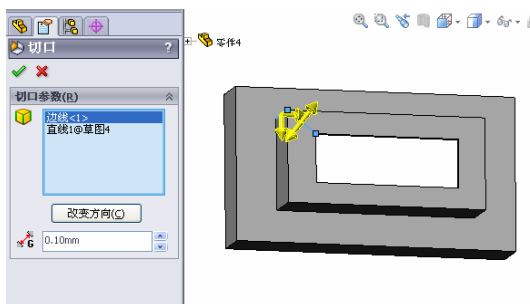

图 9-135 “切口”属性管理器
② 选择菜单栏中的“插入”→“钣金”→“切口”命令, 或者单击“钣金”工具栏中的“切口”图标, 弹出“切口”属性管理器, 单击鼠标选择绘制的直线和一条边线来生成切口, 如图 9-135 所示。